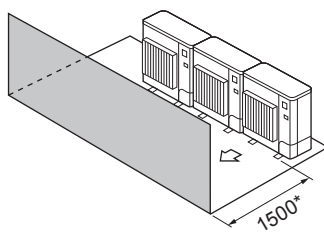

Fig. 2-10
③ Obstáculos apenas na parte da frente (Fig. 2-10)